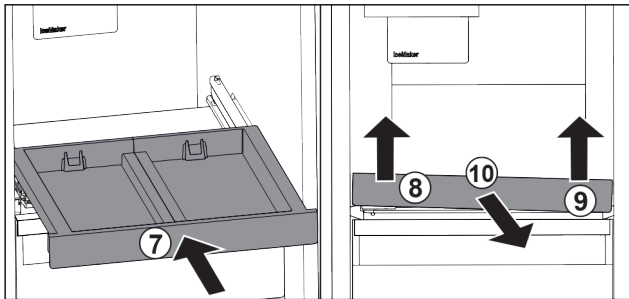

Fig. 120
- ▶ 推入拉出式搁板。 Fig. 120 (7)
- ▶ 抬起抽屉左前部。 Fig. 120 (8)
- ▶ 抬起抽屉右前部。 Fig. 120 (9)
- ▶ 向前取出拉出式搁板。 Fig. 120 (10)